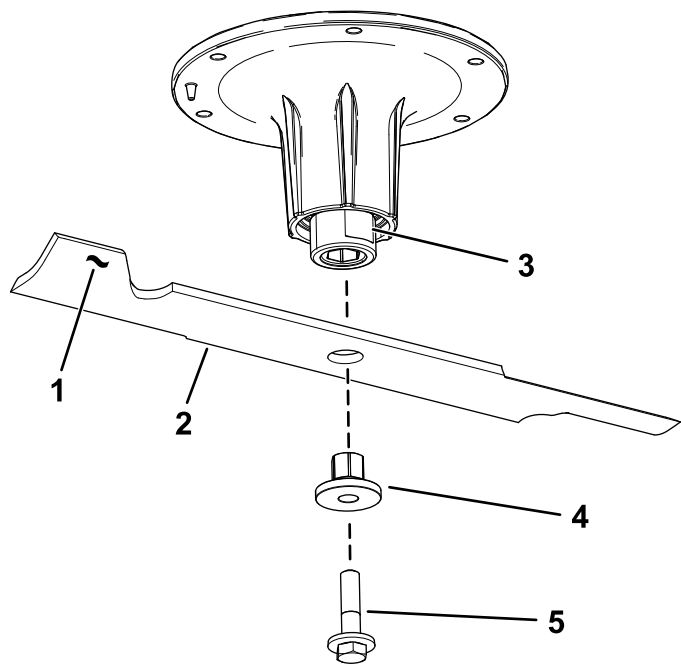

Figura 89
2. Retire el perno de la cuchilla, el buje y la cuchilla del eje (**Figura 89**).